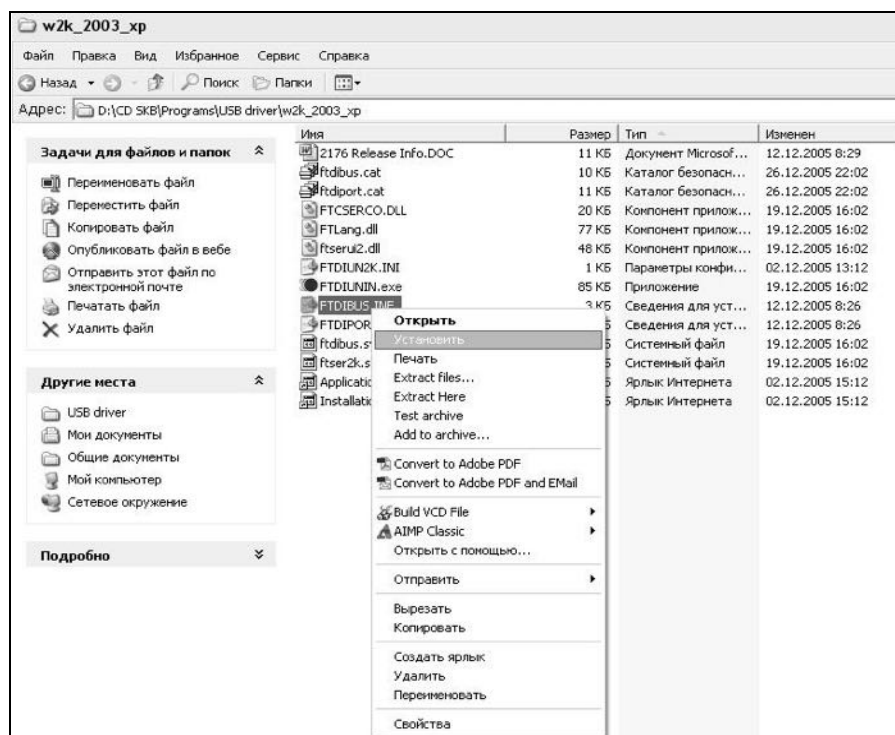

Рисунок 2.5 – Окно ручной установки драйвера
- нажать правой клавишей мыши на файле FTDIBUS.INF в выпадающем меню выбрать пункт «Установить» (рисунок 2.5);